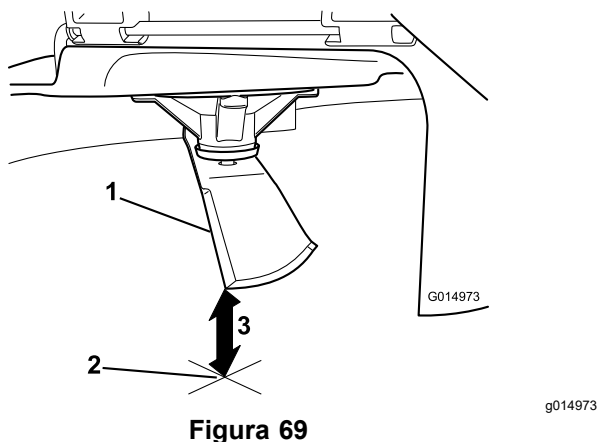

**Figura 68**
4. Rode a mesma lâmina 180 graus para que a extremidade de corte oposta fique na mesma posição (Figura 68).